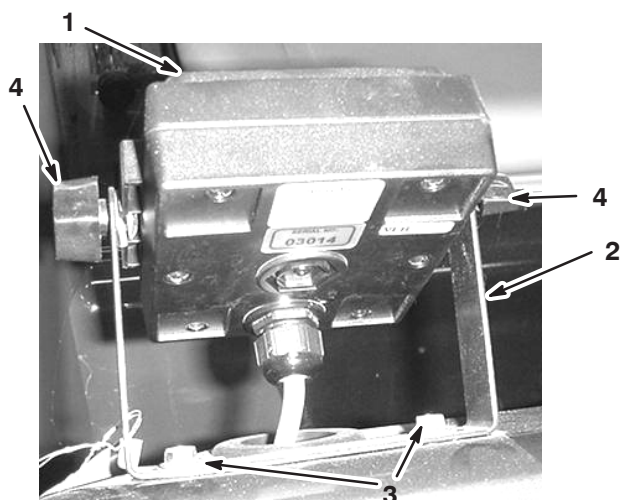

Figure 3
1. Fixez le support du moniteur au tableau de bord (Fig. 3) avec 2 boulons à collerette (1/4 x 3/4 pouce) et 2 écrous à collerette (1/4 pouce).
2. Posez les 2 vis de carrossier, les rondelles en caoutchouc et le bouton sans les serrer sur le support comme illustré aux Figures 3 et 4.
6. Montez le moniteur Spray Pro sur les têtes des vis de carrossier (Fig. 3) et serrez les boutons pour le fixer en position.